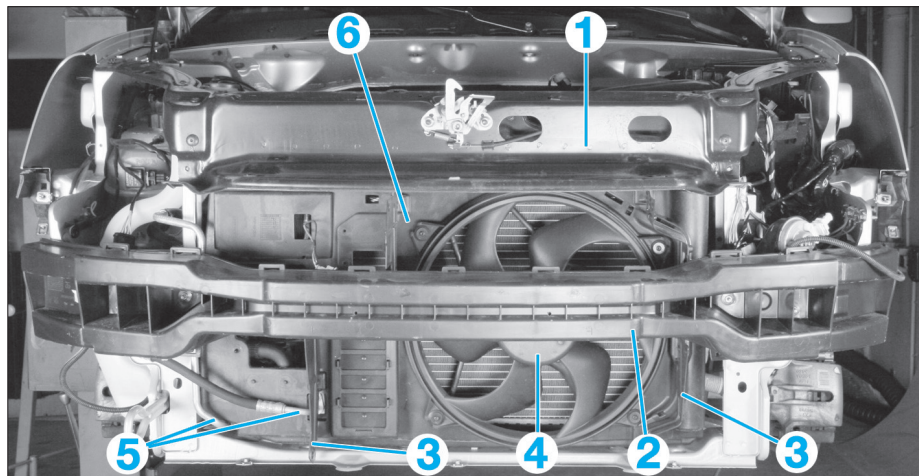

FIG. 48
- la traverse (1) (**Fig.48**),
- le renfort de bouclier (2),
- les déflecteurs d'air latéraux (3).
- refroidissement (4).
- Débrancher les canalisations (5) du condenseur de climatisation (selon équipement) puis obturer les orifices.
- Déposer les vis de fixation de la façade avant (6) sur l'ensemble condenseur radiateur de refroidissement.